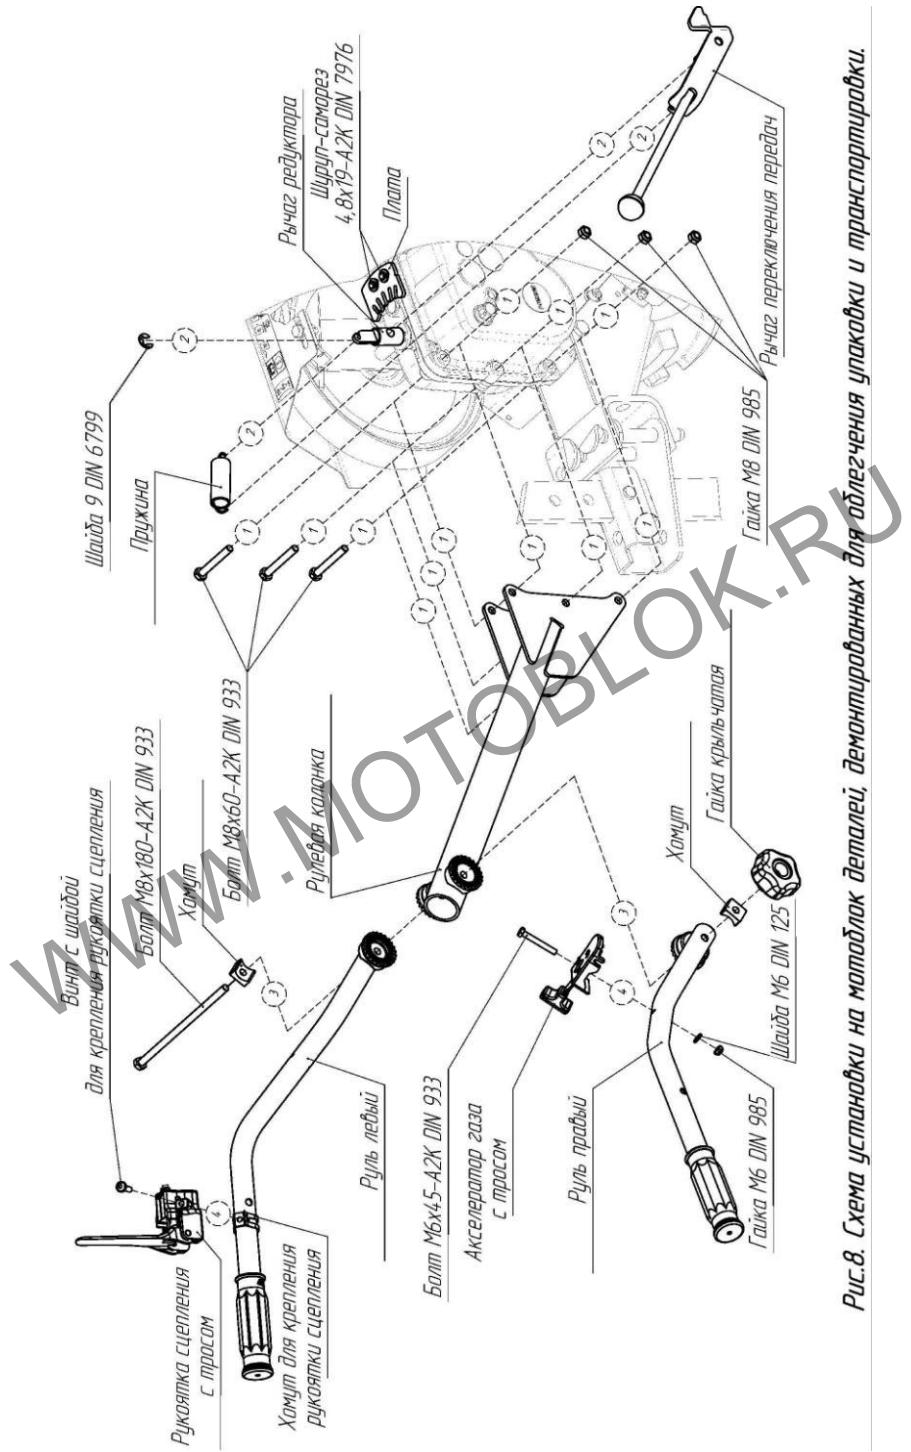

Рис.8 Схема установки на мотоблок деталей, демонтируемых для облегчения упаковки и транспортировки.
3. После установки руля на раму мотоблока следует закрепить акселератор газа с тросом в отверстии на правой половине руля с помощью винта M6, пружинной шайбы и гайки M6, проверить работу механизма возвратно-поступательными движениями рычага (рис. 8).
Установить Рычаг переключения передач в отверстие на Рычаге редуктора и зафиксировать его Шайбой. (Рис.8, 8.1.)
Завести Пружину в зацепление сначала с Рычагом редуктора, затем с Рычагом переключения передач. (Рис.8, 8.1.)